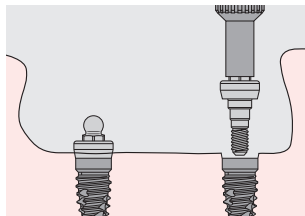

Fig. 2
- (Fig. 2): Von Hand wird das ausgesuchte Dalbo® Certain® Abutment mit dem O-Ring/Dal-Ro Schraubenzieher (PAD01) in das Implantat eingedreht.